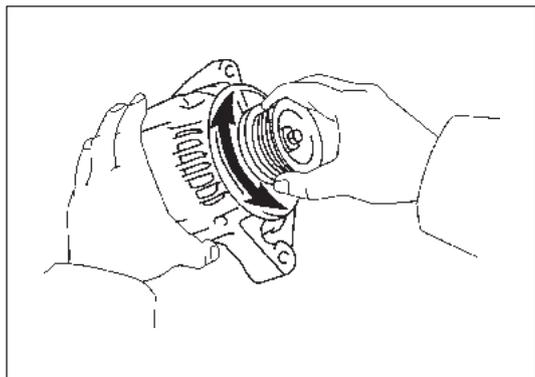

Рис. 6-2-3. Проверка ротора генератора
(2) Провернуть вручную ротор генератора и убедиться в его свободном вращении (см. рис. 6-2-3).
(3) Провести проверку при работающем двигателе: